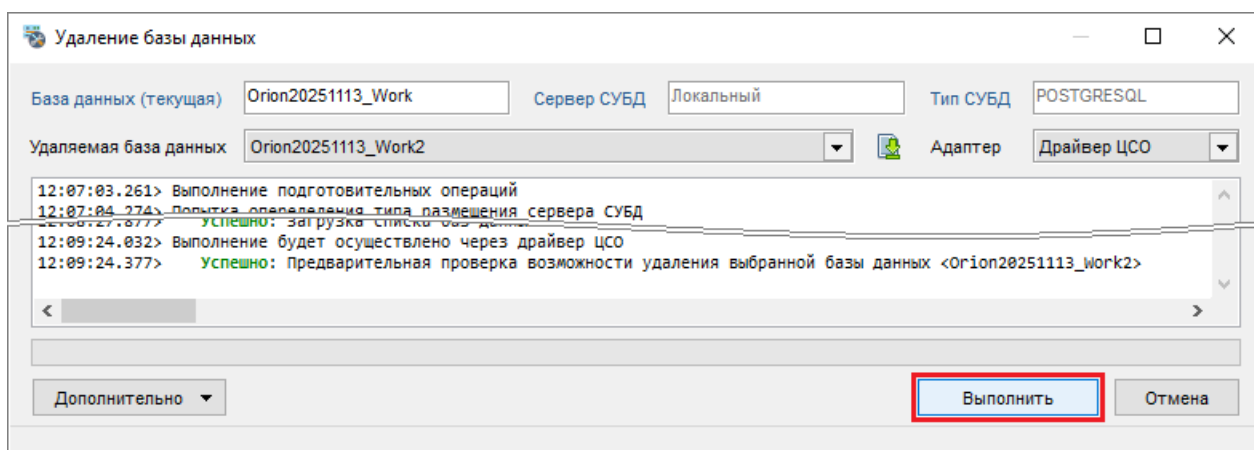

Рисунок 4-68 Запуск процесса удаления БД
- 4) при отсутствии в протоколе ошибок (либо новых ошибок, если таковые отображались ранее) нажмите кнопку «Выполнить» (см. Рисунок 4-68) для запуска процесса удаления БД.